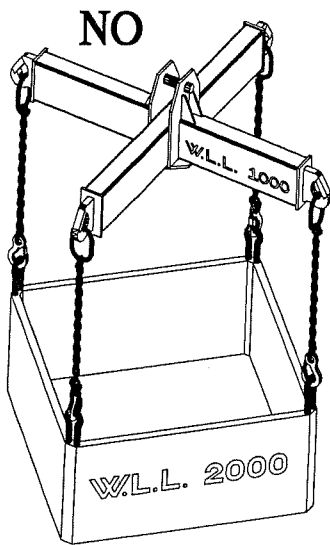

Fig. 10
- ♦ aventi peso superiore alla portata nominale del bilancino (fig. 10);